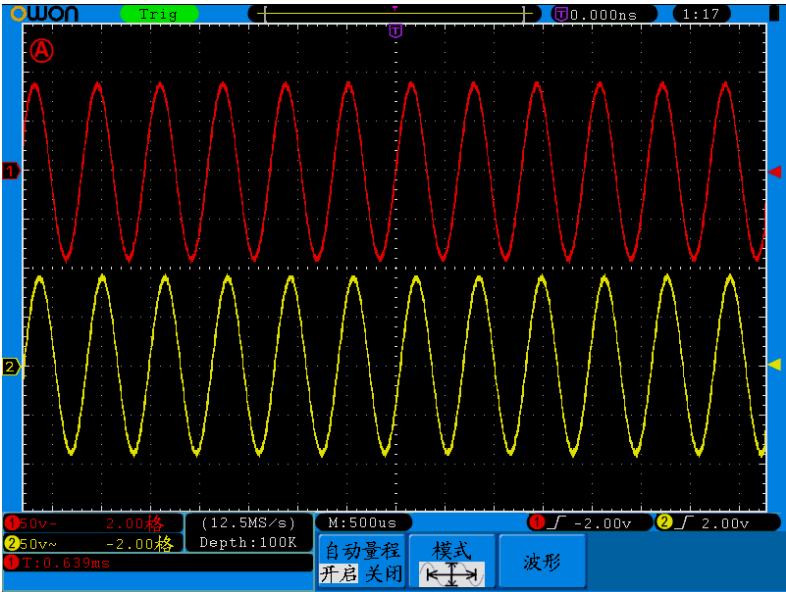

图 5-80：自动量程 水平/垂直模式多周期波形图
4. 按 **H3** 键，按 **F1** 键选择波形为 。见图 5-80：